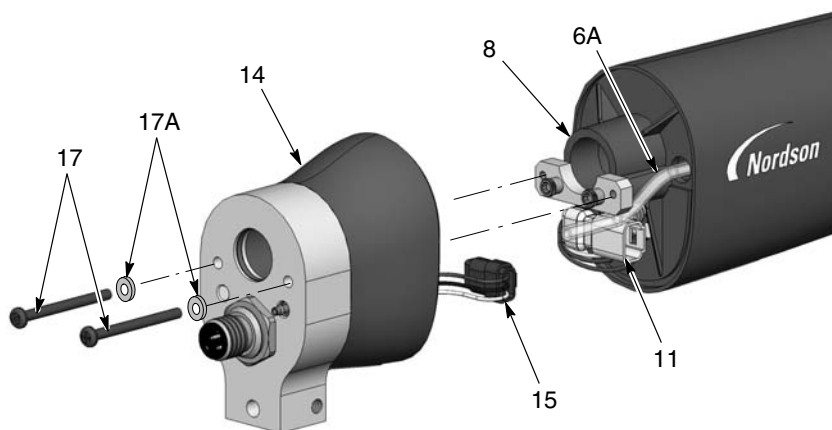
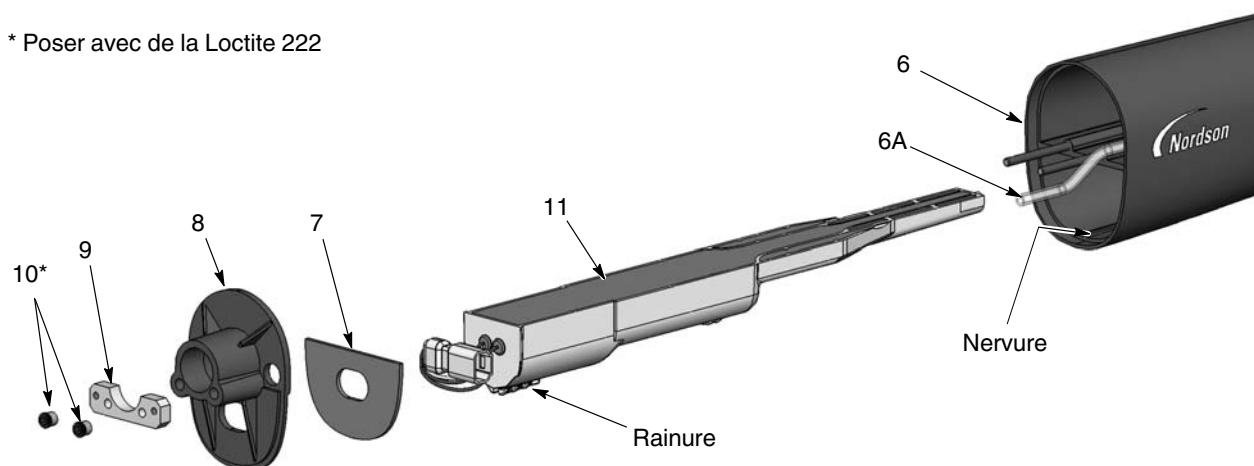

Figure 22 Démontage du pistolet à fixation sur barre 1 sur 3
Figure 23 Démontage du pistolet à fixation sur barre 2 sur 3
4. Voir la figure 23. À l'aide d'une clé Allen de 1/8", retirer les deux vis à six pans creux (10) et la plaque taraudée (9) de la paroi de séparation (8). Retirer ensuite la paroi de séparation du corps du pistolet (6) en faisant passer le faisceau d'alimentation électrique à travers celle-ci.
5. Faire glisser le bloc d'alimentation électrique (11) hors du corps du pistolet.
7. Le joint (7) est collé à la paroi de séparation avec un adhésif autocollant. Remplacer le joint par un neuf s'il est endommagé.
1. Voir la figure 23. Installer le bloc d'alimentation électrique (11) dans le corps du pistolet (6) en adaptant les nervures du corps du pistolet dans les rainures sur le bloc d'alimentation. Insérer fermement le bloc d'alimentation électrique dans le corps du pistolet.
2. Faire passer le faisceau d'alimentation électrique à travers la paroi de séparation (8), puis monter la paroi de séparation et la plaque taraudée (9) sur les goujons du corps du pistolet. Appliquer de la Loctite 222 sur les écrous à six pans creux (10), puis monter les écrous sur les goujons et les serrer à 0,45 N•m (64 inch-ounces) avec une clé Allen de 1/8".
3. Voir la figure 22. Raccorder le faisceau de la prise (15) au faisceau d'alimentation électrique (11). Faire entrer les connecteurs du faisceau (11, 15) dans l'arrière du corps du pistolet dans les positions illustrées.
4. Raccorder le tuyau de filtre transparent (6A) au raccord cannelé à l'intérieur de l'arrière du corps (14). Faire passer un éventuel supplément de tuyau transparent dans le corps du pistolet, puis monter l'arrière du corps sur la paroi de séparation avec les vis (17) et les rondelles frein (17A).